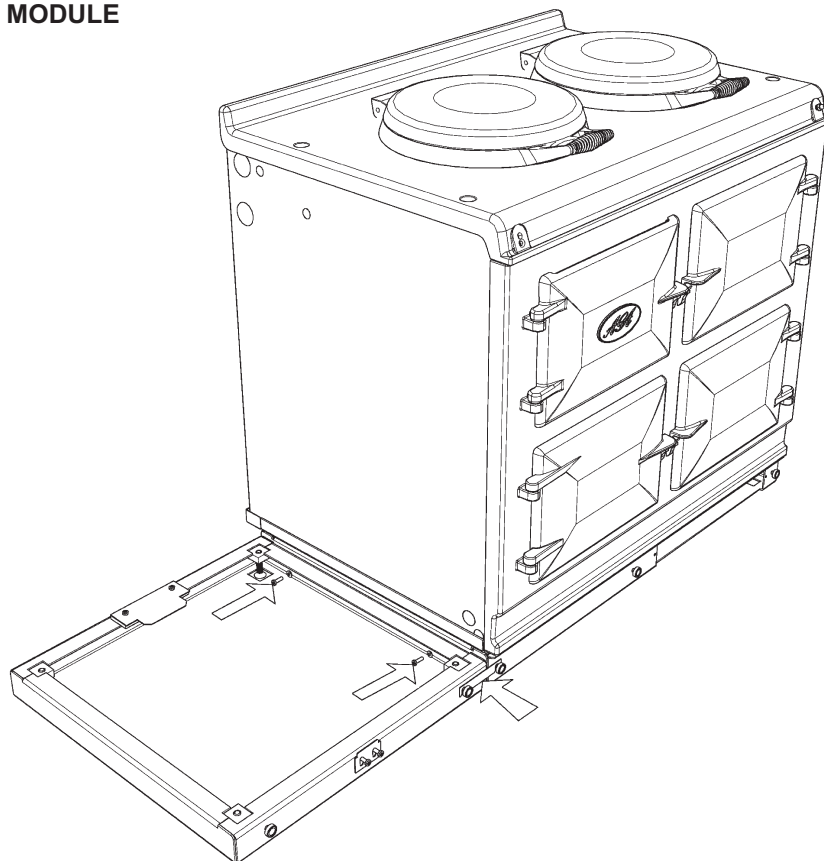

Fig. 7
- 6 Attachez le socle du Module au socle de l'AGA Contrôle complet / double à l'aide des 2 vis M6 et des rondelles fournies (Voir Fig. 7 ou 7A). Glissez le support de joint avant en place, au dessus des deux aimants ronds, verrouillant les deux appareils ensemble.